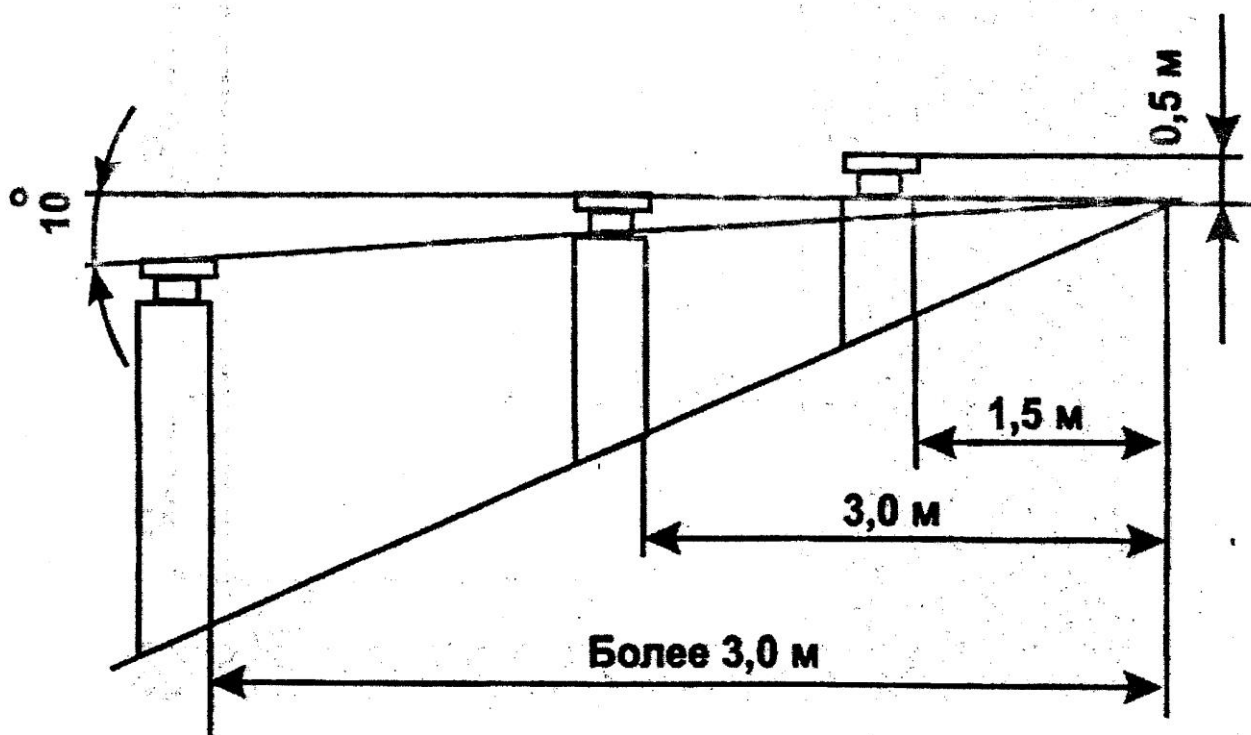

Рисунок 7 - Схема расположения дымовых труб
2) высота дымовой трубы над крышей здания устанавливается в зависимости от расстояния её конька по горизонтали и должна быть (см. рис. 7);